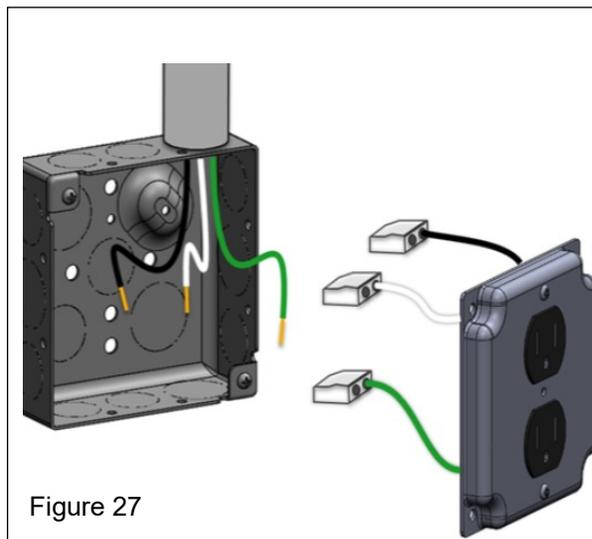

Figure 27
6. Faire correspondre les couleurs des fils, puis maintenir fermement le fil et pousser le conducteur dans le port ouvert du connecteur rapide (figure 27).